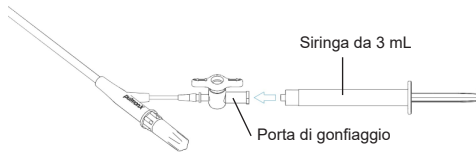

Figura 2: Collegamento alla porta di gonfiaggio del palloncino
5. Collegare la siringa da 3 mL alla porta di gonfiaggio del palloncino del rubinetto di arresto a una via sul manico del catetere XL di precisione Chartis. Vedere la figura 2 sotto.